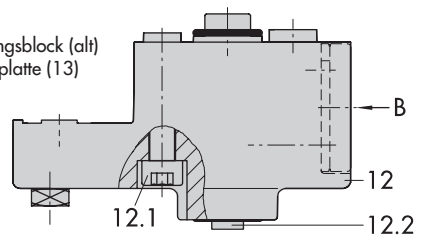

Bild 4 · Direktanbau · Stelldruckanschluss für Antrieb Typ 3277 mit 240, 350 und 700 cm²
1. Mitnehmer (3) an die Antriebsstange setzen, ausrichten und so festschrauben, dass die Befestigungsschraube in der Nut der Antriebsstange sitzt.
2. Abdeckplatte (10) mit schmaler Seite des Ausbruches (Bild 4 links) in Richtung zum Stelldruckanschluss befestigen, die aufgeklebte Flachdichtung (14) muss zum Antriebsjoch zeigen.
3. Bei Antrieben mit 700 cm² am Hebel **M** (1) auf der Stellungsreglerückseite den Abtaststift (2) aus Stiftposition **35** lösen und in die Bohrung für Stiftposition **50** umsetzen und verschrauben.
6. Kontrollieren, ob die Zunge der Dichtung (16) seitlich am Verbindungsblock so ausgerichtet ist, dass das Antriebsymbol für "Antriebsstange ausfahrend" bzw. "Antriebsstange einfahrend" mit der Ausführung des Stellantriebes übereinstimmt. Andernfalls müssen die drei Befestigungsschrauben entfernt, die Deckplatte abgehoben und die Dichtung (16) um 180° gedreht wieder eingelegt werden. Beim alten Verbindungsblock (Bild 4 unten) muss die Schalplatte (13) so gedreht werden, dass das entsprechende Antriebsymbol zur Pfeilmarkierung ausgerichtet ist.
7. Verbindungsblock (12) mit seinen Dichtungen an Stellungsregler und Antriebsjoch ansetzen und mit Befestigungsschraube (12.1) festziehen. Bei Antrieb "Antriebsstange einfahrend" zusätzlich den Stopfen (12.2) entfernen und die externe Stelldruckleitung montieren.
8. Deckel (11) auf der Gegenseite montieren. Dabei unbedingt darauf achten, dass im eingebauten Zustand des Stellventiles der Entlüftungstopfen nach unten zeigt, damit evtl. angesammeltes Kondenswasser abfließen kann.